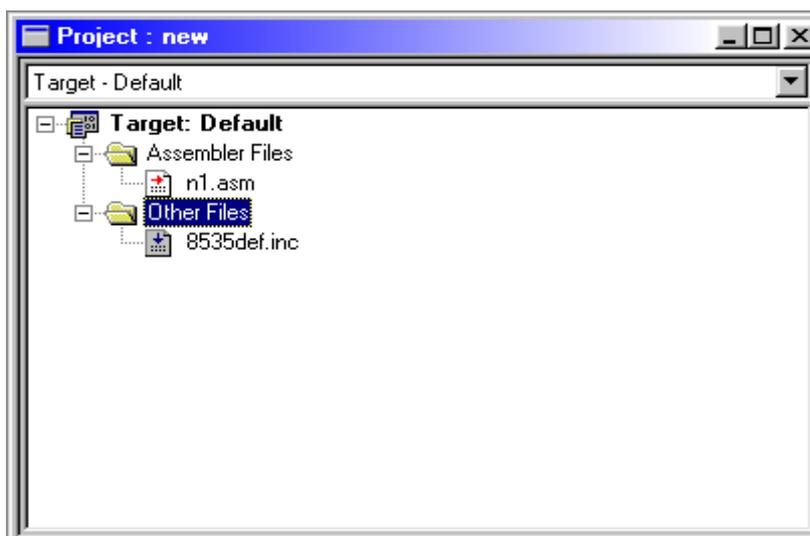

Рис. 13. Добавление проекта (шаг 5)
**Необходимо отметить, что этот файл должен находиться в той же папке, что и asm-файл, который создается, поэтому его лучше скопировать заранее из папки **Programm files \ Atmel \ AVR Studio \ Appnotes.**, иначе это вызовет ошибку компиляции. Если все сделано правильно, то окно проектов должно выглядеть следующим образом (рис. 13).**